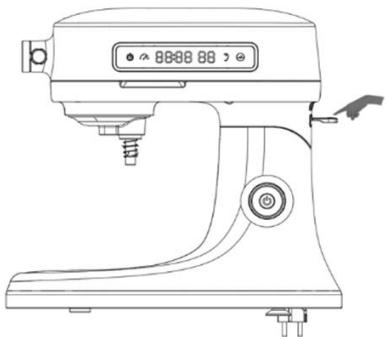
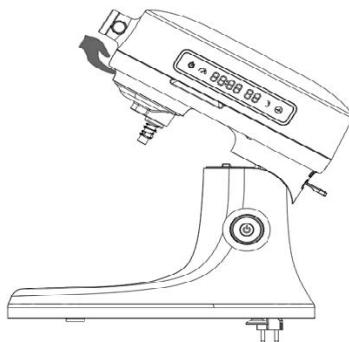
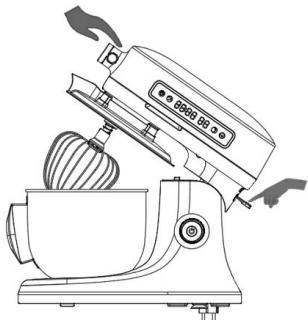

Figure 1
Figure 2
Figure 3
Insérez le crochet à pâte (batteur/ fouet) dans l'arbre du planétaire de sorte que la rainure carrée du crochet à pâte soit alignée avec l'arbre du planétaire, comme illustré à la FIG 1. En même temps, insérez l'outil dans la fente de l'arbre du planétaire, poussez-le légèrement vers le haut, puis tournez le porte-outil dans le sens inverse des aiguilles d'une montre jusqu'à ce que l'axe de l'arbre soit aligné avec le clip, comme illustré à la figure 3, c'est-à-dire que l'outil est installé. Lors de l'installation, le nez doit être relevé pour faciliter l'utilisation. Une fois le bol mélangeur installé, placez le nez en position horizontale comme indiqué dans la figure 4 (Remarque : l'appareil ne peut pas être connecté à l'alimentation électrique pendant l'installation du crochet de pétrissage et d'autres accessoires !)
1. Placez la machine emballée sur la table, tenez la tête avec votre main gauche, puis appuyez sur le bouton de montée de la tête avec votre main droite (figure 1), la tête se lèvera automatiquement, la main gauche maintient doucement la tête jusqu'à ce qu'elle s'enclenche, la machine est complètement ouverte et verrouillée (figure 2).
2. Soulevez la tête, placez le bol dans la base et tournez dans le sens des aiguilles d'une montre pour verrouiller (voir les instructions d'installation pour le fonctionnement spécifique) dans la figure 3.
3. Placez le fouet dans la prise accessoire (voir les instructions d'installation pour le fonctionnement spécifique) de la figure 3.
9. Poussez la tête haute vers la droite et maintenez le boîtier supérieur pour compléter la figure 3.